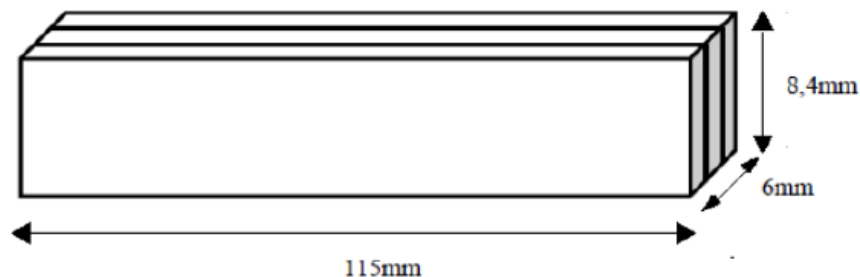

Figura 2: Número de palitos de picolé por barra
6. As pontes deverão ser construídas com barras que possuam seções transversais de **no máximo 3 palitos de picolé** conforme a figura 2